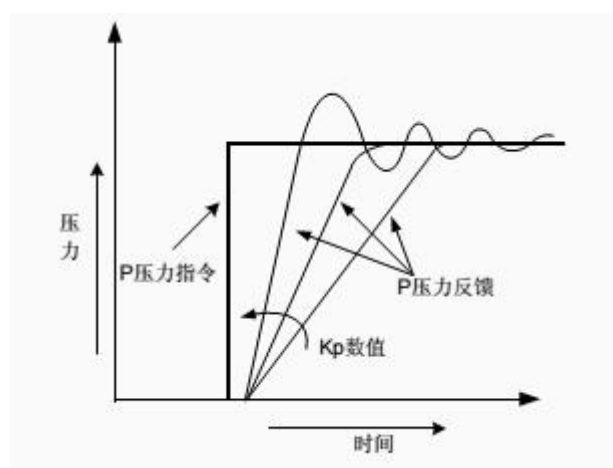

图7-6油压PID比例增益
2) 油压 PID 比例增益（参数编号：A3-05、A3-11、A3-14、A3-17）比例增益越大，压力响应越快，但是太大会造成系统震荡，反之压力响应越慢，如下图 7-6 所示：